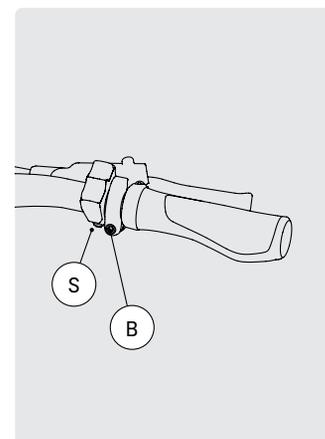

FIG. 26
- 1 Afloje los dos tornillos Allen S y B en la palanca de cambios y freno (fig. 26).